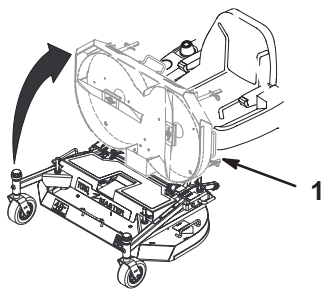

Bild 18
- Ziehen Sie, wenn Sie vor dem Rasenmäher stehen, den Schneidwerkgriff nach oben und schieben die Vorderseite nach hinten, um das Schneidwerk anzuheben (Bild 18).
2. Ziehen Sie, wenn Sie vor dem Schneidwerk stehen, den Schneidwerkgriff nach vorne und senken das Schneidwerk ab (Bild 18).